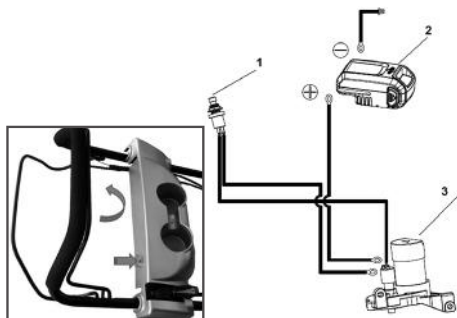

Рис. 9 Запуск двигателя с электрическим стартером
Для запуска двигателя электрическим стартером нажмите на рычаг остановки двигателя и нажмите кнопку запуска (Рис. 9). Принципиальная схема электрического стартера приведена на Рис. Система запуска состоит из кнопки запуска (1), литиевой аккумуляторной батареи (2), электрического стартера (3), соединительных проводов и зарядного устройства.